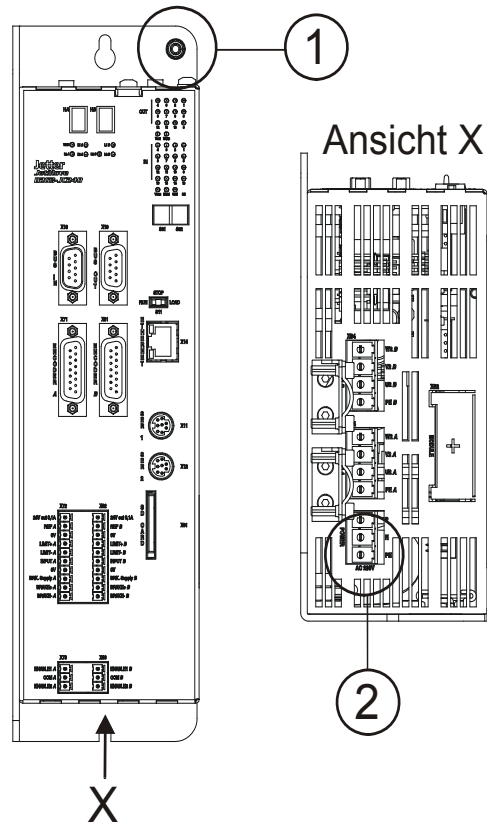

Abb. 1: Doppelte Erdung
- schließen Sie den Schutzleiter am PE-Bolzen der Gehäuseoberseite (1) und an der PE-Anschlussklemme X1 (2) an, vgl. hierzu Abb. 1.
- Die Schutzterde (PE) an der Klemme X1 anschließen.siehe Abb. 1 auf Seite 16